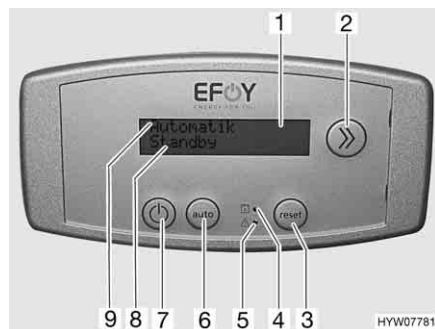

Fig. 111 Unité de commande de la pile à combustible
La pile à combustible se constitue de plusieurs composants qui sont intégrés dans le coffre arrière (Fig. 109), ainsi que d'un panneau de commande (Fig. 111) situé dans l'espace habitable.
La pile à combustible recharge automatiquement les batteries de cellule quand la tension de ces batteries chute au-dessous de 12,5 V et quand la pile à combustible est mise en marche avec la touche Marche/Arrêt (Fig. 111,7).
L'écran de l'unité de commande (Fig. 111,1) comporte deux lignes. La première ligne (Fig. 111,9) indique l'état de service de la pile à combustible.
Dans la deuxième ligne (Fig. 111,8) s'affichent des informations ou des messages d'erreur.
Utiliser la touche Info (Fig. 111,2) pour consulter les informations disponibles.
Les deux DEL de l'appareil de commande indique le changement nécessaire de la cartouche de réservoir (Fig. 111,4) et les anomalies se produisant (Fig. 111,5).
Une fois l'anomalie corrigée, remettre en marche la pile à combustible. Pour cela, appuyer sur la touche Reset (Fig. 111,3).
- Appuyer sur la touche Marche/Arrêt (Fig. 111,7).
Le mode de fonctionnement actuel est affiché sur la première ligne de l'écran (Fig. 111,9).
- Si "Marche" est affiché, le mode de fonctionnement de la pile à combustible est le mode de charge sélectionné manuellement. Appuyer sur la touche "auto" (Fig. 111,6) pour passer au mode de fonctionnement automatique.
- Si la pile à combustible n'est pas encore hors service, appuyer sur la touche Marche/Arrêt (Fig. 111,7).